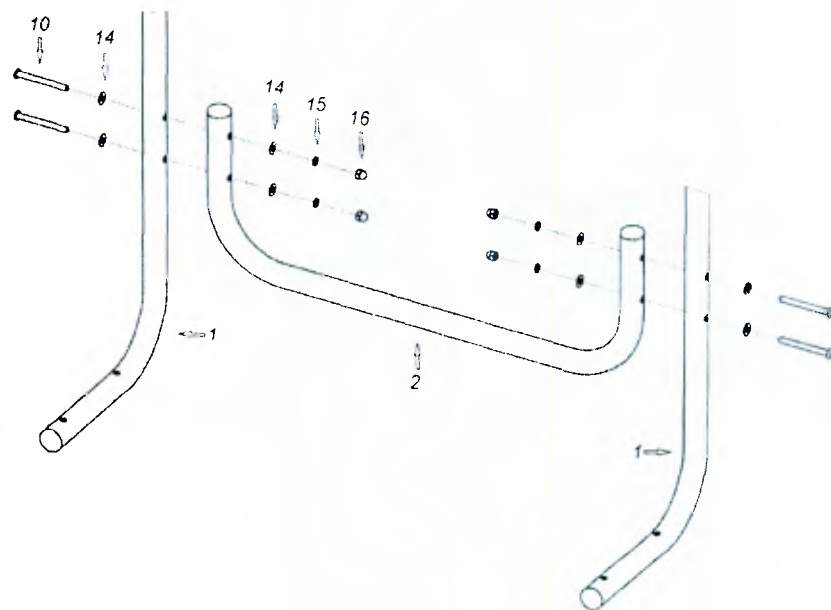

Рисунок 11.
Установите поперечину (2) между стойками (1) и зафиксируйте ее с помощью винтов М6х60 (10), шайб А6 (14) и шайб 6 гровер (15) и гаек М6 (16) (рис. 11).